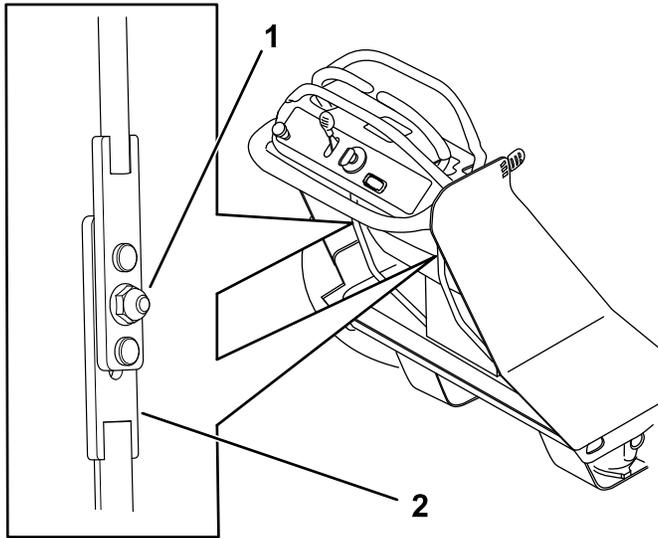

Figura 45
- Allentate il dado del gruppo dell'asta di comando (Figura 45)
- Per trovare la posizione di folle, spostate l'asta di comando inferiore verso l'alto o verso il basso sinché gli pneumatici non arrestano la loro rotazione (Figura 45).
- Serrate il dado (Figura 45).